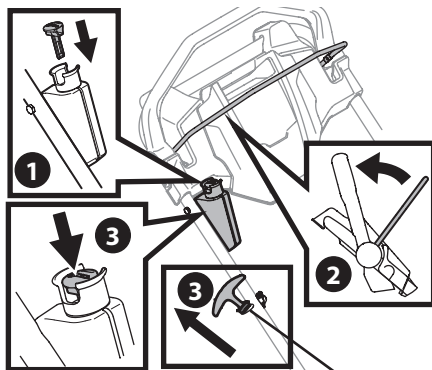

Figura 5
2. Colóquese detrás de la cortadora, tire del control de cuchilla hacia atrás contra el control de transmisión (Figura 5).
- **Arrancador de Retroceso:** Mientras sostiene juntos los controles de cuchilla y transmisión con firmeza, tire de la manija del arrancador de retroceso ligeramente hasta sentir resistencia, luego tire rápidamente para vencer la compresión y evitar el rebote, y encienda el motor. Repita la operación si fuera necesario (Figura 5).
- **Arrancador Eléctrico (si se incluye):** Oprima el botón del arrancador eléctrico para encender el motor (Figura 5).